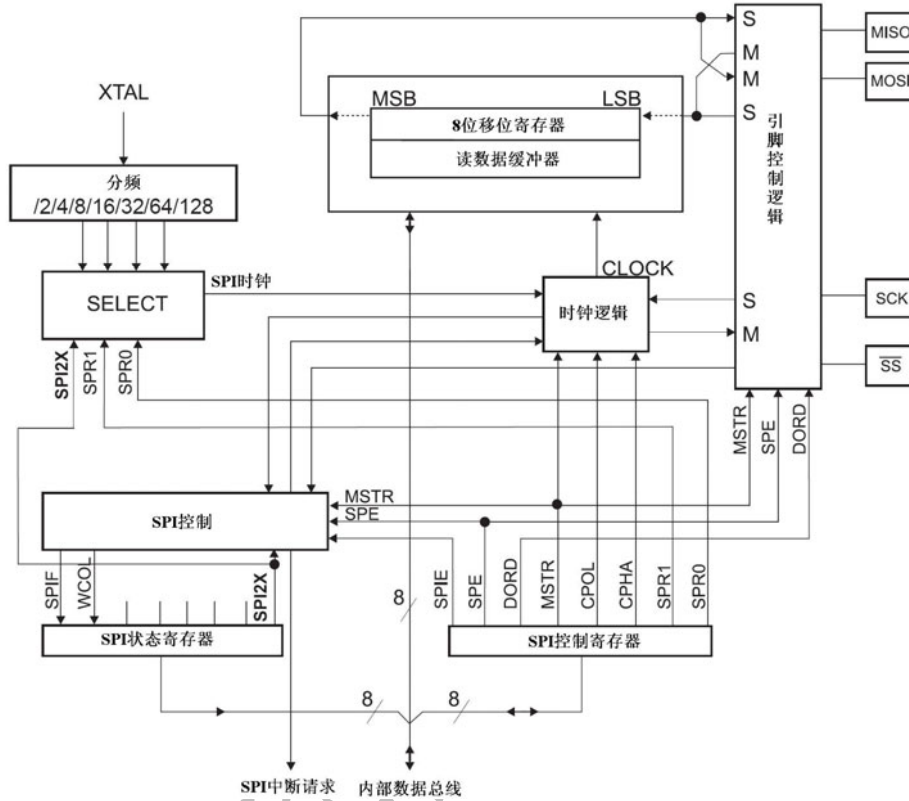

图 2.13 ATmega128 (L) 中的 SPI 接口
ATmega128 (L) 中的 SPI 接口如图 2.13 所示。